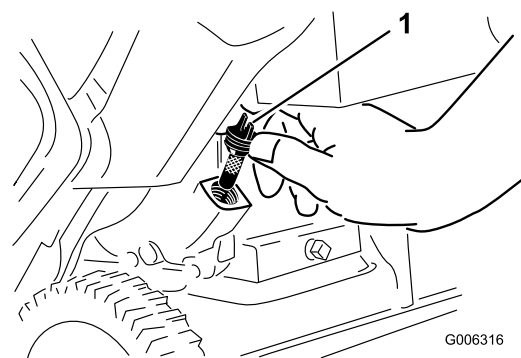

Figura 12
2. Pulite attorno al tappo del foro di riempimento dell'olio (Figura 12).